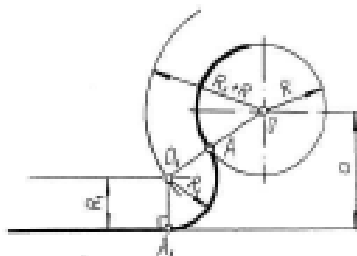

Рисунок 2.
*Сопряжение дуги окружности и прямой линии.* Прямая линия не пересекает окружность, рисунок 2. Параллельно заданной прямой линии на расстоянии заданного радиуса сопряжения  $R_1$  провести вспомогательную линию, а из точки О провести вспомогательную дугу радиусом  $R + R_1$ . При пересечении получится центр дуги сопряжения  $O_1$ . Из точки  $O_1$  опустить перпендикуляр на заданную прямую и найти точку сопряжения А. Соединить точки О и  $O_1$ , найти точку сопряжения на заданной окружности  $A_1$ . Из точки  $O_1$  провести дугу радиусом сопряжения  $R_1$  от точки А до точки  $A_1$ .